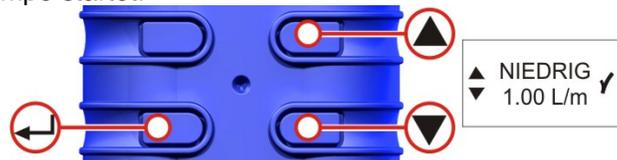

Abbildung 23 Anzeige für niedrigen Stellwert
I. EINSTELLEN DES NIEDRIGEN STELLWERTS (Abb. 23)